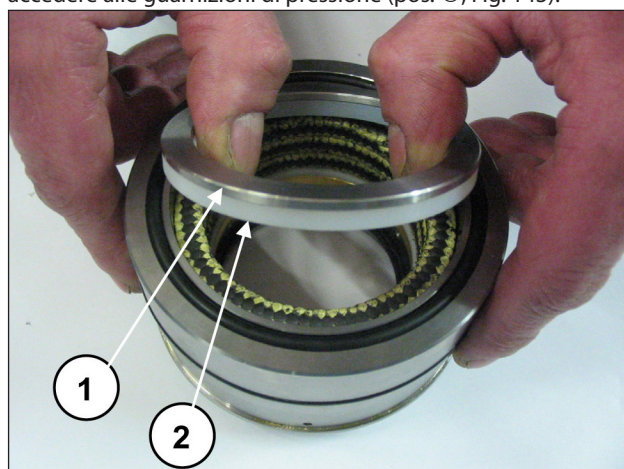
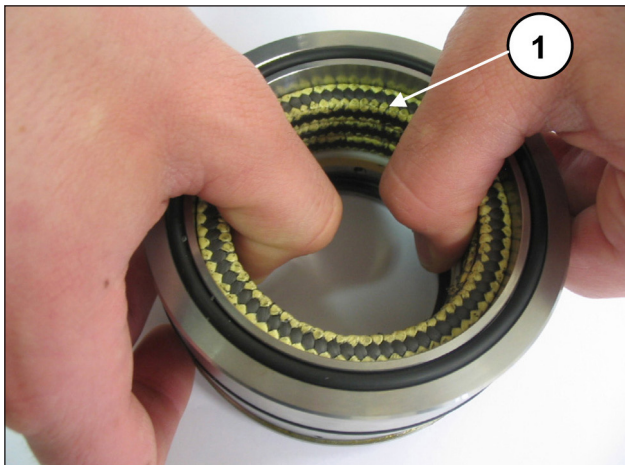

Fig. 142
Fig. 143
Separare il supporto guarnizioni dalla camicia, togliere l'anello per molla e l'anello raschiatore (pos. ①②, Fig. 142) per accedere alle guarnizioni di pressione (pos. ①, Fig. 143).